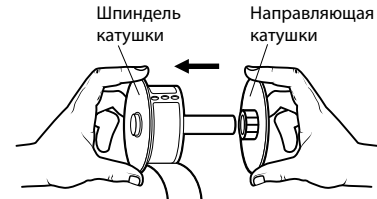

Рисунок 1
- 4 Удерживая шпиндель в левой руке, наденьте катушку на шпиндель так, чтобы рулон раскручивался снизу, и его левая часть была плотно прижата к стенке катушки. См. Рисунок 1.